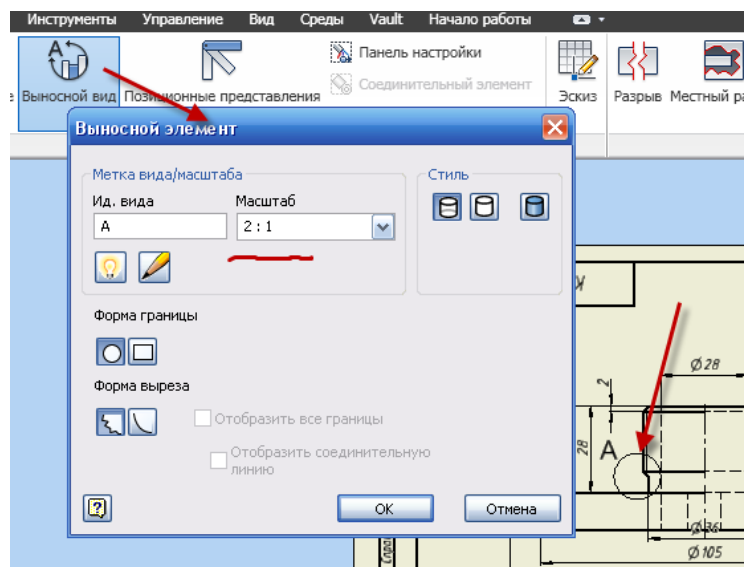

Рис. 3.27. Создание Выносного элемента
- Передвиньте курсор на изображение (из которого создается выносной элемент), и щелкните левой клавишей мыши по месту создания выносного элемента (*рис. 3.27*), перемещая курсор, создайте область выносного элемента.